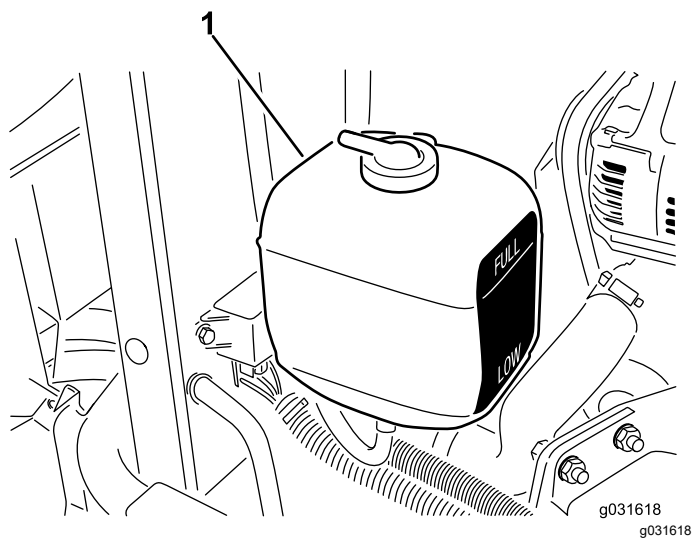

Рисунок 55
1. Проверьте уровень охлаждающей жидкости в расширительном бачке (Рисунок 55).